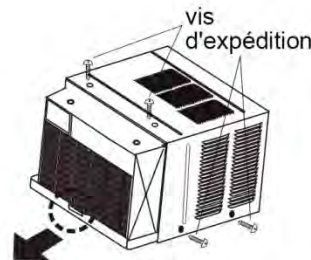

Fig.5
- Retirez les vis d'expédition du haut de l'appareil et également sur le côté près de la base, si installée (voir la Fig.5).